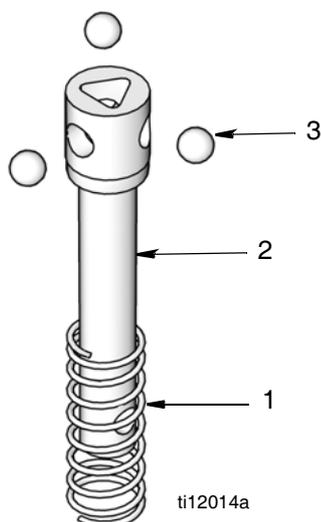

FIG. 42
1. Introduire les billes (3) dans la tige de déclenchement (2) (FIG. 42).
2. Glisser le ressort (1) sur la tige de déclenchement (2) (FIG. 42).